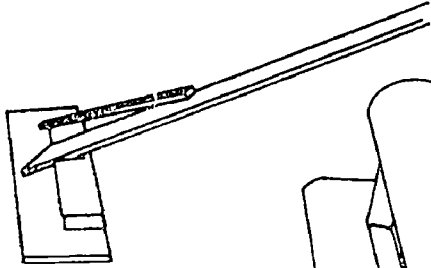

Fig. 40.
- d. Figure 40
- b. Figure 40
- a. Figure 40